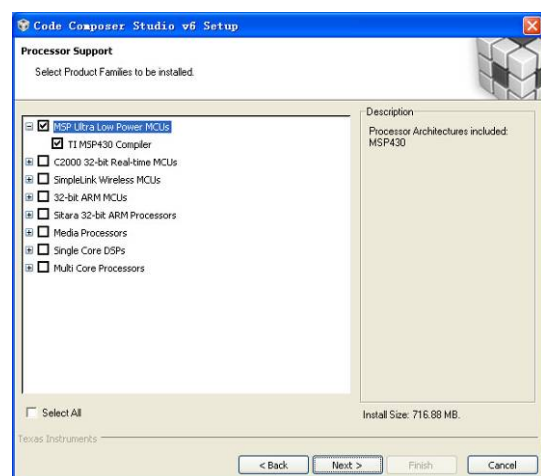

图 2.1.2 安装过程—选择安装项目
(2) 单击 Next 得到如图 2.1.2 所示的窗口, 为了安装快捷, 在此只选择支持 MSP430 Ultra Low Power MCUs 的选项即可。单击 Next, 继续安装。